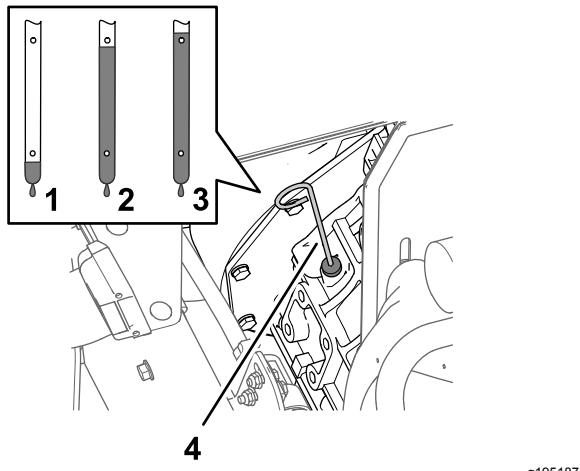

图 73
6. 取出量油尺并检查发动机中的机油油位 (图 73)。
7. 慢慢注入规定油量的剩余部分使油位达到量油尺上的“已满”标记处 图 73。